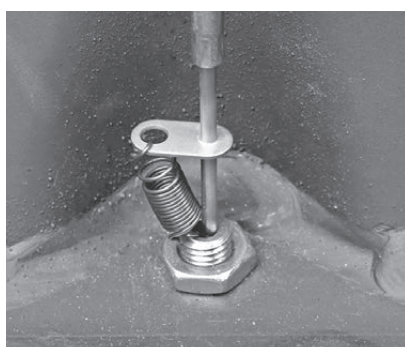
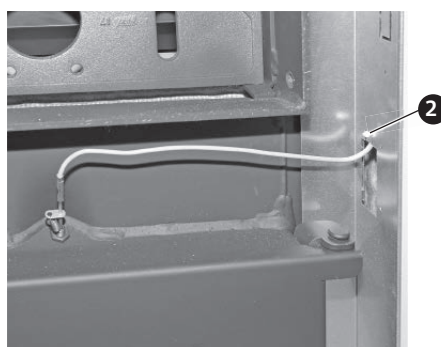

Fig. 69 Fissare la sonda Thermocontrol con la molla
Fig. 70 Tirare indietro il cavo e fissarlo con la fascetta per cavi
- ▶ Infilare la sonda davanti nel tubo protettivo sopra lo sportello cenere e agganciare la molla, Fig. 69 e Fig. 70.
- ▶ Fissare il cavo della sonda Thermocontrol alla parete laterale con una fascetta per cavi – Fig. 70.